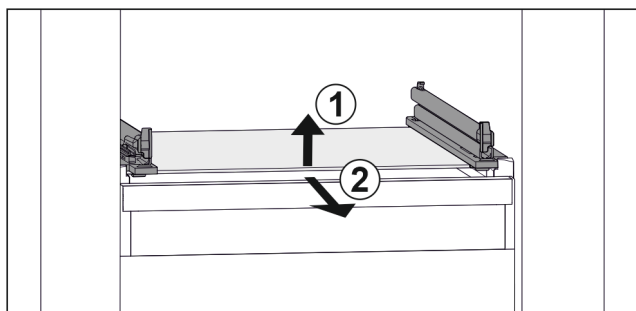

Fig. 43 Rappresentazione esemplificativa del ripiano in vetro
- ▶ Sollevare il ripiano in vetro dal davanti. Fig. 43 (1)
- ▶ Rimuovere il ripiano in vetro tirando in avanti. Fig. 43 (2)